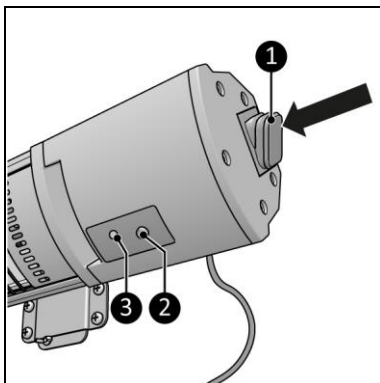

Figura 14
1. Apăsați comutatorul ON/OFF (PORNIT/OPRIT) (Figura 14, poz. 1).
2. Indicatorul luminos (Figura 14, poz. 3) prezintă o lumină roșie.
3. Apăsați butonul de comandă (Figura 14, poz. 2) sau butonul ON/OFF (PORNIT/OPRIT) de pe telecomandă (Figura 5, poz. 1).
4. Indicatorul luminos (Figura 14, poz. 3) prezintă o lumină verde, ceea ce indică setarea medie.
5. Apăsați butonul de comandă de pe panoul de comandă (Figura 14, poz. 2) sau butonul II de pe telecomandă (Figura 5, poz. 2).
6. Ambele indicatoare luminoase (Figura 14, poz. 3) prezintă o lumină verde, ceea ce indică setarea ridicată.
1. Apăsați butonul de comandă de pe panoul de comandă (Figura 14, poz. 1) sau butonul ON/OFF (PORNIT/OPRIT) de pe telecomandă (Figura 5, poz. 1).